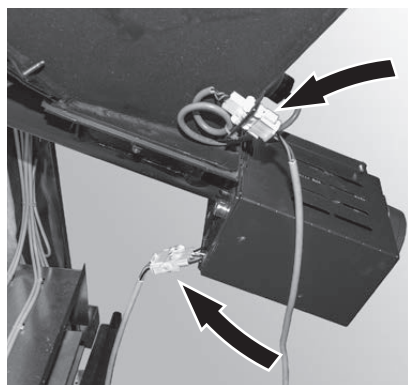

Fig. 42 Inserire o collegare entrambe le spine
- Inserire o collegare la spina del motore coclea di alimentazione e l'interruttore di prossimità – Fig. 42.